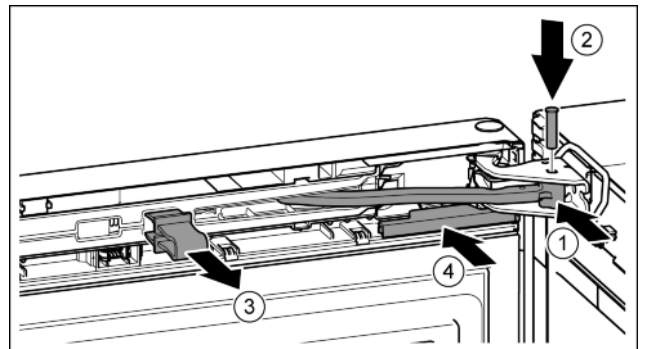

Fig. 21
- ▶ Поверніть шарнір в опорному кронштейні. *Fig. 21 (1)*
- ▶ Встановіть гвинт в опорний кронштейн та шарнір. При цьому виступ фіксатора повинен займати правильне положення в пазу. *Fig. 21 (2)*
- ▶ Зніміть запобіжник. *Fig. 21 (3)*
- ▶ Насуньте кришку. *Fig. 21 (4)*